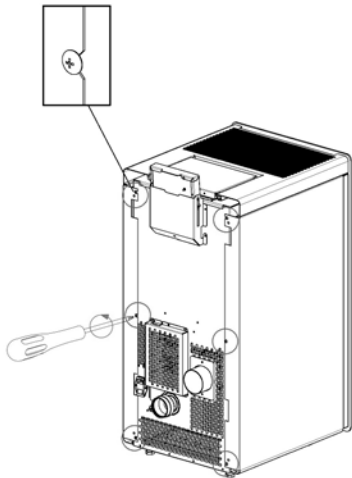

Fig. 75 - Dévisser les vis
- Dévisser les 4 vis arrière (voir **Fig. 75**).
- Dévisser les 6 vis arrière (voir **Fig. 75**).